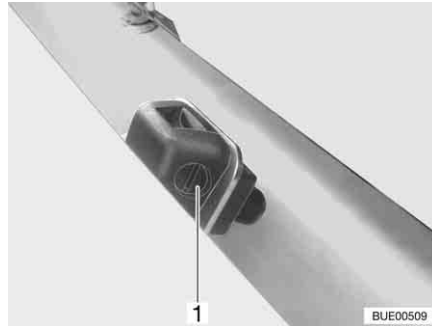

Fig. 43 Injetor do limpa para-brisas
- Com uma chave de parafusos adequada, rode o parafuso de regulação (Fig. 43,1), até ter conseguido a posição desejada.